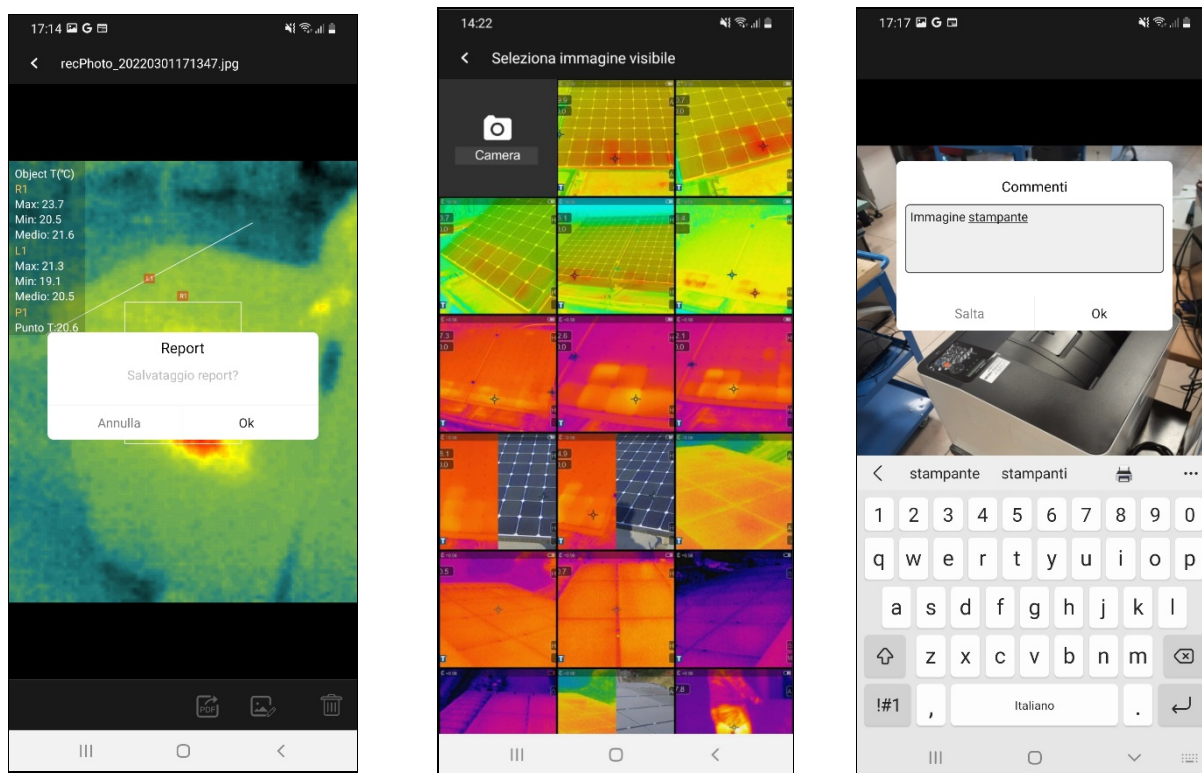

Fig. 12: Creazione report PDF
2. Toccare l'icona  per eseguire la creazione del report PDF associato all'immagine selezionata. La videata di Fig. 12 – parte sinistra è mostrata a display. Confermare con “OK” per avviare l'operazione
3. Selezionare un'immagine visibile tra quelle disponibili all'interno del dispositivo mobile oppure eseguire uno snapshot istantaneo dell'oggetto inquadrato (vedere Fig. 12 – parte centrale)